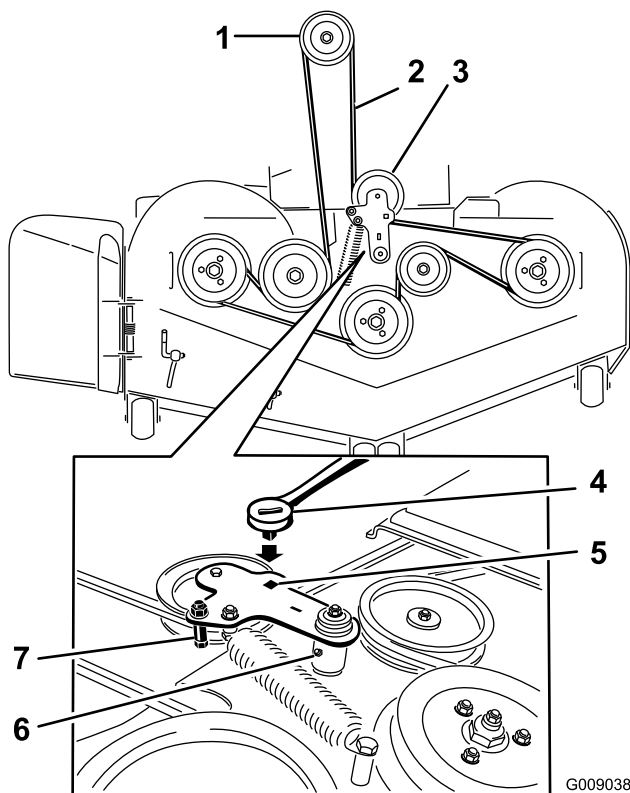

Figura 87
3. Utilice una llave de carraca en el taladro cuadrado del brazo tensor para aliviar la tensión del muelle tensor (Figura 87).
5. Instale la guía de la correa en el brazo tensor tensado con muelle (Figura 87).
7. Pase la correa nueva alrededor de las poleas del cortacésped y de la polea del embrague, debajo del motor (Figura 87).
10. Instale la guía de la correa en el brazo tensor (Figura 87).
11. Utilizando la llave de carraca en el taladro cuadrado, instale el muelle tensor (Figura 87).